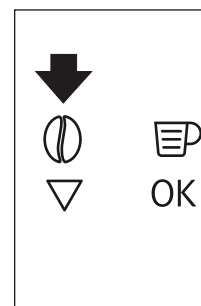

Fig. 15
- ▶ Prima o ícone ☉ (B4) (Fig. 15) e selecione a função de café pré-moído.